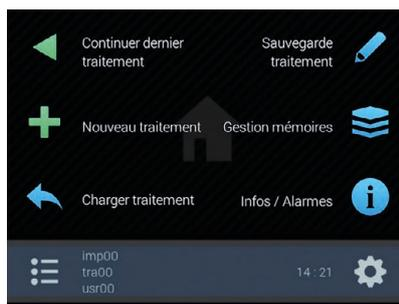

Fig. 113
- Allumez le moniteur (par. 8.2). Après l'autodiagnostic, le moniteur passe à la page-écran « Home » (Fig. 113).